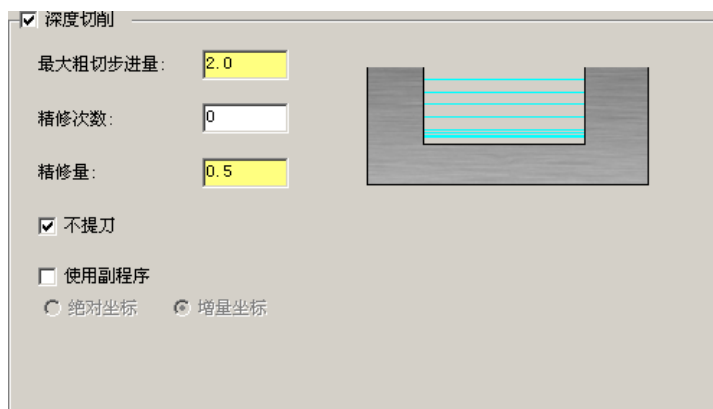

图 22.8 “深度切削”参数设置界面
Step9. 设置深度参数。在“2D 刀具路径-平面铣削”对话框的左侧节点列表中单击 **深度切削** 节点，设置图 22.8 所示的参数。